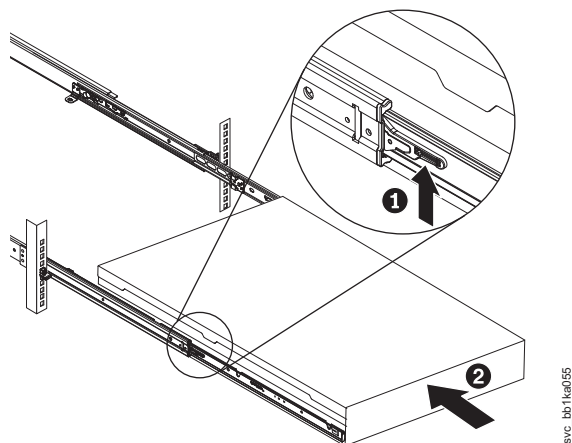

Figura 132. Levantando as alavancas de travamento dos trilhos deslizantes do rack
12. Levante as alavancas de travamento (**1** na Figura 132) nos trilhos deslizantes e empurre o servidor **2** inteiro no rack até que ela encaixe no lugar.